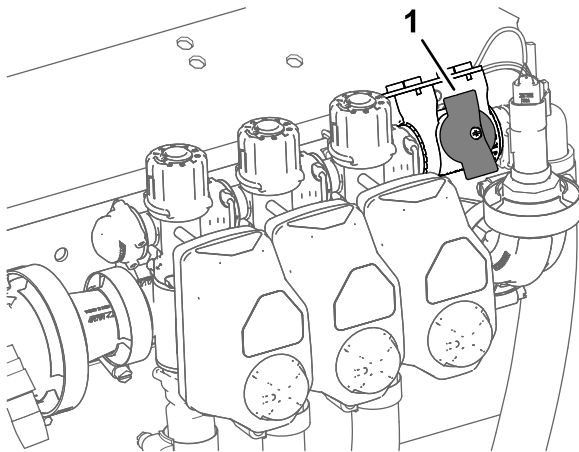

Figura 28
2. Girate la manopola della valvola di intercettazione del bypass delle sezioni sulla posizione chiusa (Figura 28).